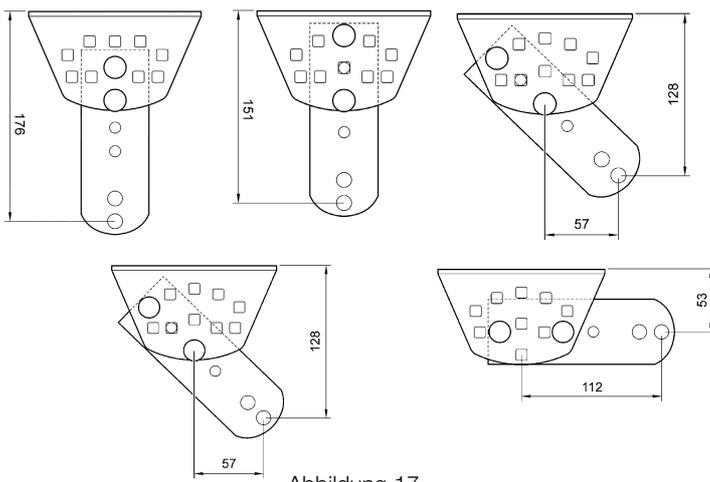

Abbildung 17
- "C" hängt davon ab, wie der Hinterbügel montiert ist (siehe ABBILDUNG 17) und kann von 53mm bis 176mm sein. Gewöhnlich ist C" ca. 150 mm.
5 Um andere Werte von "C" zu erhalten (siehe Abbildung 12) können Bügel und Platte gemäß Abbildung 17 zusammengesetzt werden.
20 Ggf. die anderen Montagepositionen ausprobieren, die mit den Vorder- und Hinterplatten möglich sind. Siehe Abbildung 17.